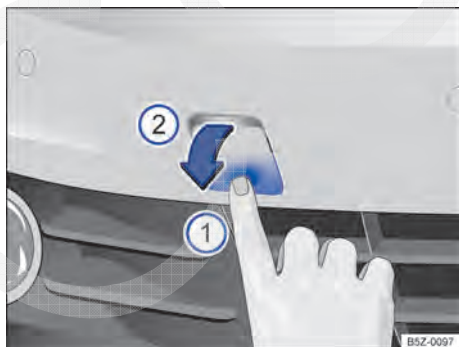

Fig. 186 No para-choque dianteiro à direita: soltar e remover a cobertura.
O alojamento para a argola de reboque rosqueável está localizado à direita do para-choque dianteiro, atrás de uma cobertura → Fig. 186.
- Pressionar na área inferior da cobertura → Fig. 186  para soltar o travamento da cobertura.